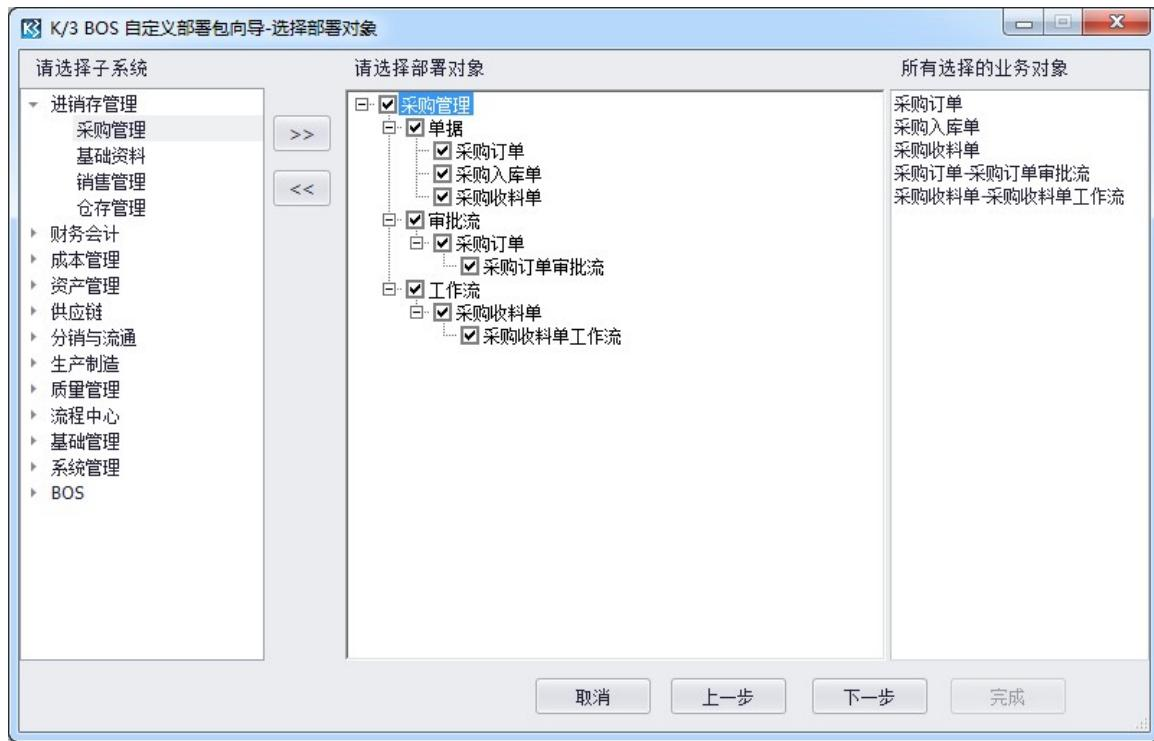

图 12-1-3 打包部署配置界面
2、首先选择子系统，然后选择完要部署的业务对象，点下一步进入功能部署配置界面。如图 12-1-3 所示。